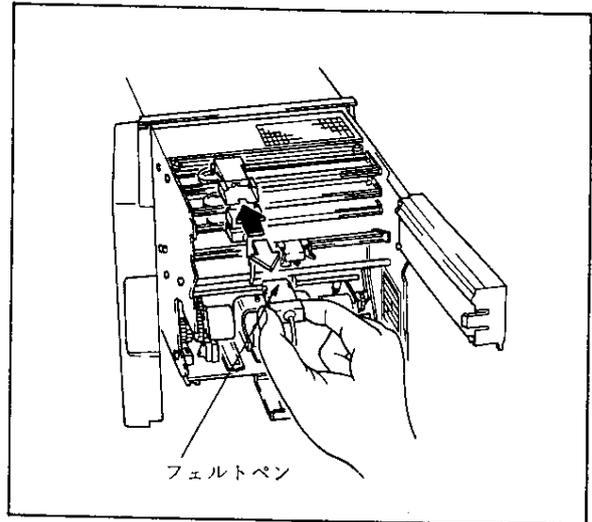

図 5.11
- (4) フェルトペンをつまみ、ペンホルダより引きぬきます (図 5.11)。
(5) 新しいフェルトペンをペンホルダにはめ込み固定します (図 5.11)。